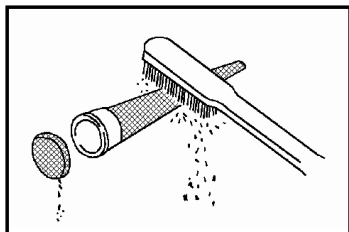

Fig. 34 – Limpeza antichamas
- d. Instale novamente o antichamas. Alinhe o orifício do antichamas 7 com o orifício 8 no tubo do escapamento, conforme Fig. 34.